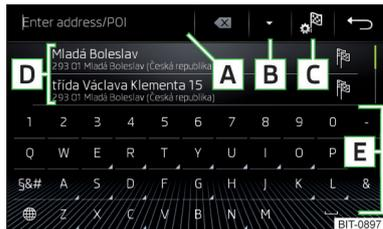
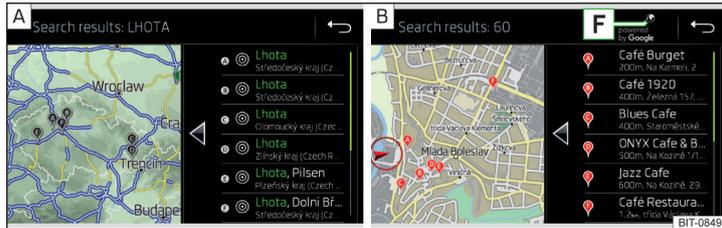

Abb. 208
Abb. 209 Liste der aufgesuchten Ziele: in den Navigationsdaten / online
Funktionsflächen » Abb. 208 und » Abb. 209
Im Bereich **D** » Abb. 208 wird eine Liste der aufgesuchten Ziele angezeigt.
- ▶ **oder:** Die Funktionsfläche **B** » Abb. 208 antippen.
- In den Navigationsdaten aufgesuchte Ziele » Abb. 209 - A.
- Online aufgesuchte Ziele » Abb. 209 - B.
Im Menü zur Zielsuche im Bereich **D** » Abb. 208 auf Seite 186 wird eine Kurzliste der letzten Ziele angezeigt.